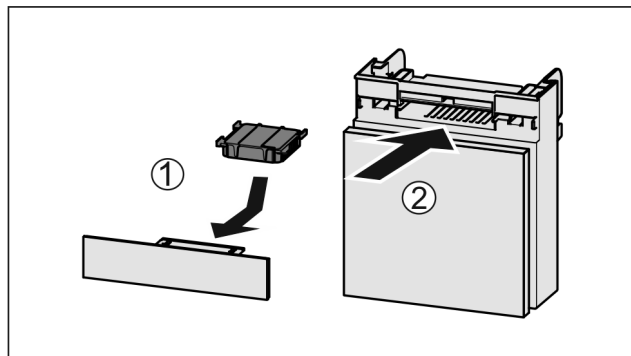

Fig. 44
- ▶ Actiefkoolfilter overeenkomstig afbeelding aanbrengen Fig. 44 (1).
- ▷ Actiefkoolfilter klikt niet vast. Als het actiefkoolfilter naar onder wijst: ▶ Lade erin schuiven Fig. 44 (2).